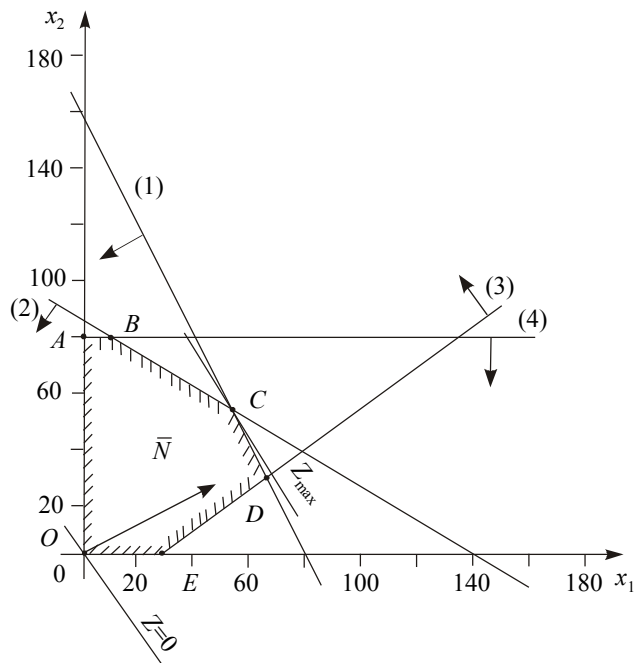

Рис. 3
*Розв'язання.* Перший крок згідно з графічним методом полягає в геометричному зображенні допустимих планів задачі, тобто у визначенні такої області, де водночас виконуються всі обмеження моделі. Замінімо знаки нерівностей на знаки строгих рівностей і побудуємо графіки відповідних прямих (рис. 3). Кожна з побудованих прямих поділяє площину системи координат на дві півплощини. Координати точок однієї з півплощин задовольняють розглядувану нерівність, а іншої — ні. Щоб визначити необхідну півплощину (на рис. 2.14 її напрям позначено стрілкою), потрібно взяти будь-яку точку і перевірити, чи задовольняють її координати зазначене обмеження. Якщо задовольняють, то півплощина, в якій міститься вибрана точка, є геометричним зображенням нерівності. Інакше таким зображенням є інша півплощина.